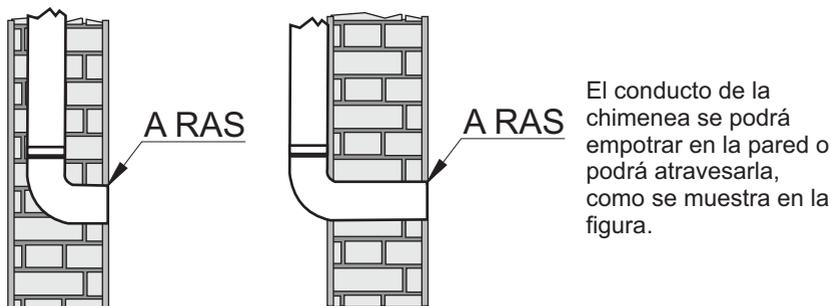

Fig. 5
- El borde del conducto de la chimenea que se amura a la pared debe quedar al ras de la misma, para así lograr una conexión hermética y a la vez permitir que el equipo apoye en la pared. (fig.5)